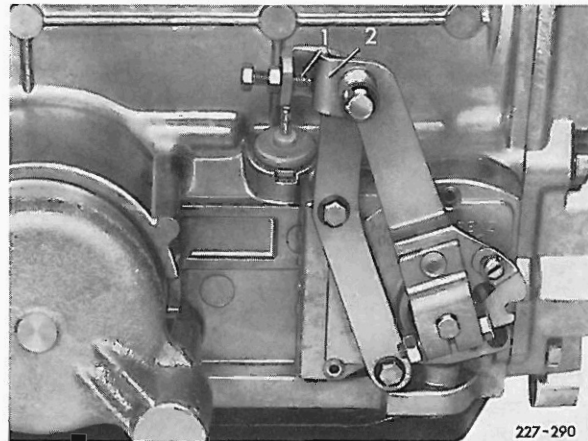

Bild 17
- 2 Zwischen Anschlagschraube (1) und Bereichswahlhebel (2) muß ein Spiel von ca. 1 mm eingestellt werden (siehe Bild 17).